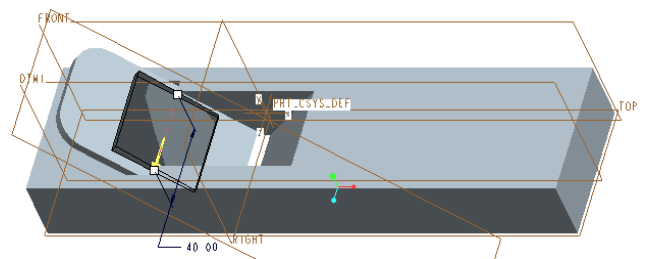

図 4-50 楔の押し出しフィーチャー
- ・ 検証モードをクリックして作成されたフィーチャーを確認する図 4-50 に示す。